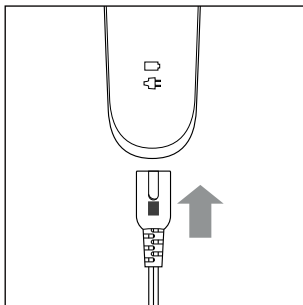

Fig. 1
- 2) Raccordez la fiche creuse 9 de l'adaptateur secteur 8 avec l'appareil (voir fig. 1).
- 2) Raccordez la fiche creuse ❸ de l'adaptateur secteur ❸ avec l'appareil (voir fig. 1).
- 3) Insérez la fiche secteur de l'adaptateur secteur ❸ dans une prise de courant aisément accessible (100 – 240 V ~, 50/60 Hz).
- 4) Allumez l'appareil en poussant l'interrupteur Marche/Arrêt I/O ❺ en position I.